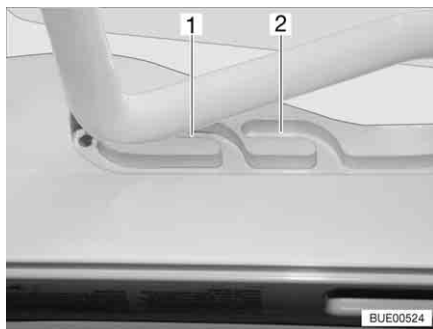
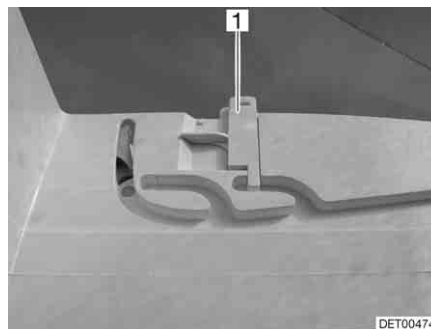

Fig. 74 Lanterneau Heki en position de ventilation
Fig. 75 Verrouillage position de ventilation
Il est possible d'amener le lanterneau Heki en deux positions de ventilation : Position pour mauvais temps (Fig. 74,1) et position intermédiaire (Fig. 74,2). Suivant le modèle, il est possible de verrouiller le lanterneau en position intermédiaire avec le verrou (Fig. 75,1).
- Pousser légèrement l'étrier vers le haut, le pousser dans la glissière choisie (Fig. 74,1 ou 2) et le verrouiller si nécessaire.